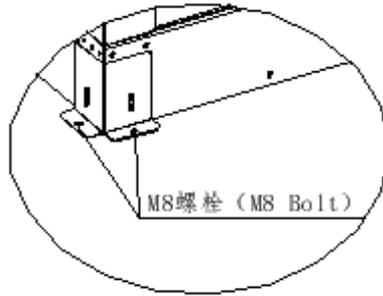

图2-10 机组底座连接板固定示意图
- 3、如图 2-10 所示, 用 M8 的螺栓和膨胀螺栓, 通过四个连接板, 把机组固定在混凝土底座上。